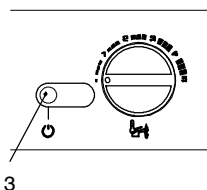

fig. 3.5
**El indicador luminoso 3 de la fig. 3.5 centellea rápidamente.**